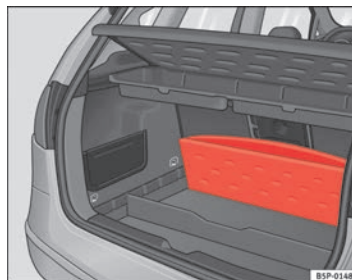

Fig. 106 Tapa maletero plegable
- Levante el piso del maletero y pliéégelo hacia atrás, hasta su totalidad ⇒ página 148, fig. 106.